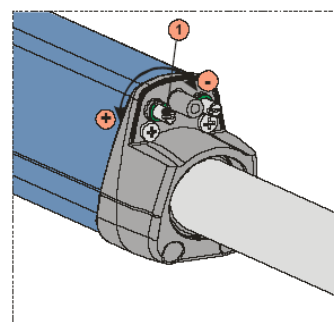

Рис. 15
- Для регулировки концевого выключателя “Открыто” вращайте винт 1 см. рис. 15. При вращении его по часовой стрелке шток выдвигается меньше, при вращении против часовой стрелке шток выдвигается больше;